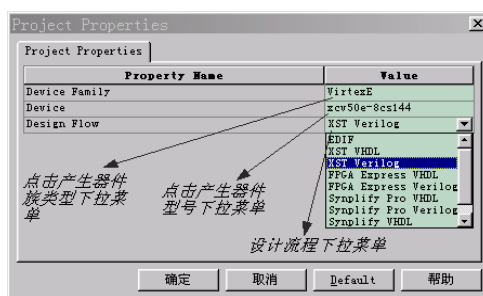

图2-3 工程属性对话框
- 按钮  (Edit Project Properties) 的功能是编辑工程的属性。在资源管理窗选择工程，单击该按钮就产生图 2-3 所示的工程属性对话框，在该对话框中可以更改工程的属性。